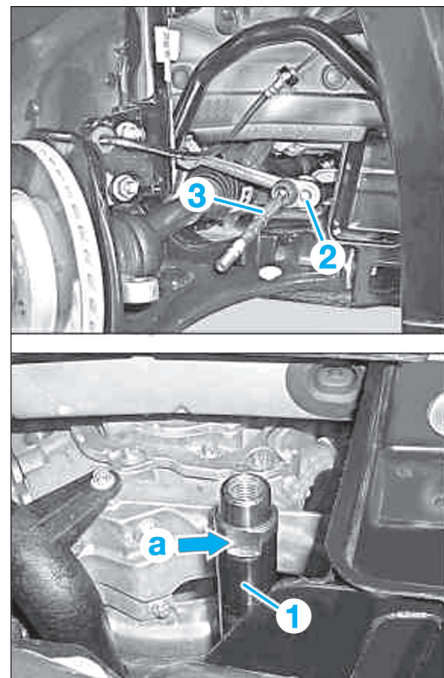

FIG. 12
- Retenir la crémaillère (1) en (a) à l'aide d'une clé plate et retirer la vis (2) (Fig.12).